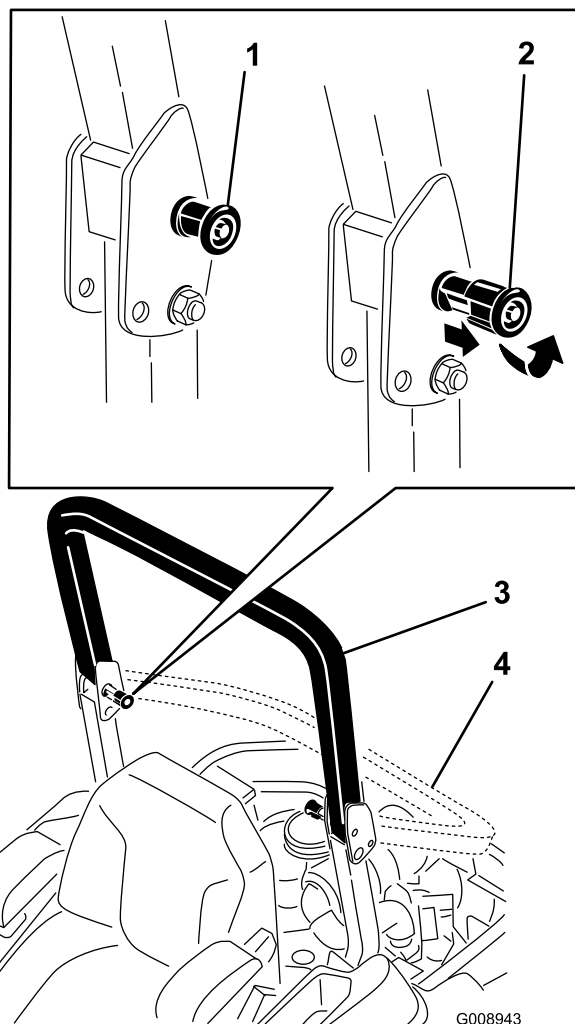

Figura 8
2. Puxe ambos os botões para fora e rode-os 90° para que não fiquem engatados (Figura 8).
3. Baixe por completo a barra de segurança (Figura 8).
4. Para levantar a barra de segurança, levante a barra para a posição de funcionamento, rode os botões para se deslocarem parcialmente para dentro das ranhuras (Figura 8).
posição quando os orifícios alinham com os pinos (Figura 8).